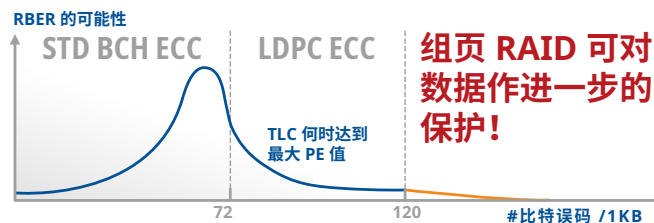

图 6: FerriSSD 设备优化 ECC 算法的选择
- IntelligentScan 和 DataRefresh 技术监控存储单元的电压和温度状态，并可刷新存在风险单元中的数据（参见图 5）。这一技术能够将 NAND 闪存阵列的寿命延长到远超过闪存制造商额定的 P/E 循环寿命（参见图 6）。IntelligentScan 功能中的智能功能还包括自动响应温度，以及提高在高温下运行时的扫描频率。